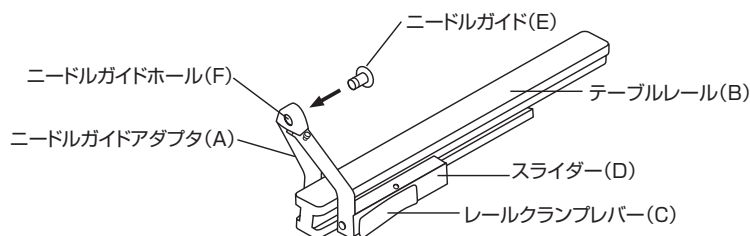

図32：ニードルガイドアダプタ(MAMMOTESTテーブル)
- 4) ニードルガイド (E) をニードルガイドホール (F) の中に挿入します (図32)。